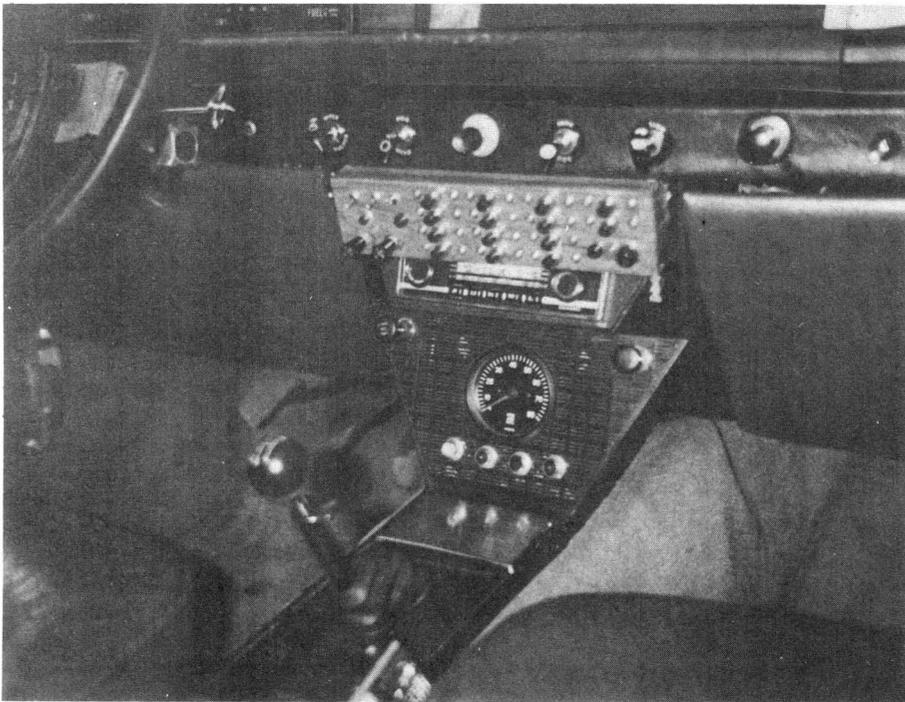

Fig. 1. — Z1 à Z4 = ZF 3,3
Il est composé (fig. 1) de circuits intégrés et de transistors commandés par switches à rupture brusque (12). L'emploi de certains d'entre eux dans un ordre déterminé est nécessaire pour l'obtention du contact. La figure 2 montre l'alimentation régulée.